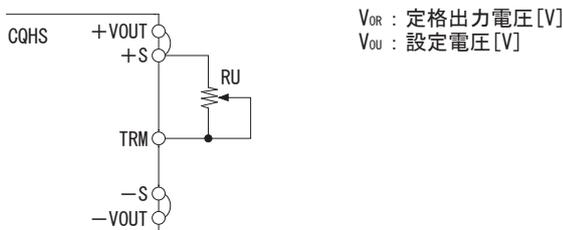

図3.6 出力電圧を高く設定する場合
(3) 出力電圧を高く設定する場合
■図3.6のように接続することで、出力電圧を高く設定することができます。外付け抵抗RUは、次の式によって計算できます。